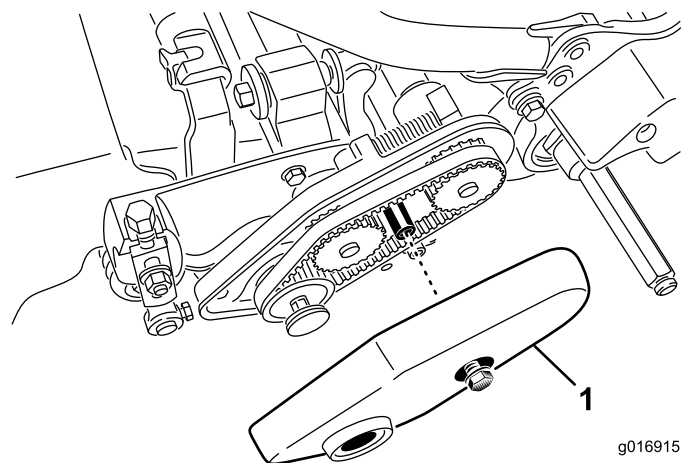

Bild 13
2. Lösen Sie den Bundbolzen, mit dem die Riemenabdeckung befestigt ist, und nehmen Sie die Riemenabdeckung ab, um an den Riemen frei zu legen (Bild 13).